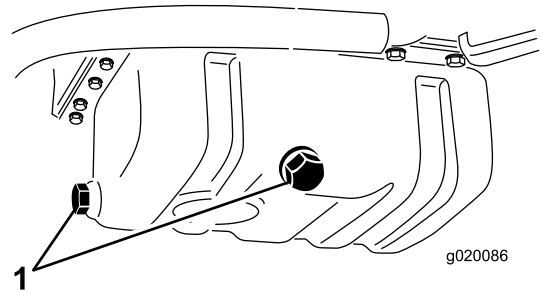

Bild 56
1. Entfernen Sie eine der Ablassschrauben (Bild 56) und lassen Sie das Öl in die Auffangwanne ab. Schrauben Sie die Ablassschraube wieder ein, nachdem das Öl abgelassen ist.